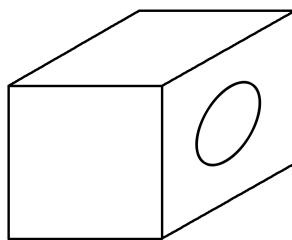

图 1.12 等轴测图
- ③“极轴间距”：设置极轴距离。
- ④“栅格间距”，可以设置栅格的间距（相邻栅格点的水平和垂直距离）。
- ⑤“捕捉类型”：“栅格捕捉”可以选择“矩形捕捉”或“等轴测捕捉”。“矩形捕捉”用来绘制正投影图，“等轴测捕捉”用来绘制等轴测图，如绘制如图 1.12 所示的等轴测图中的圆，就需要选择“等轴测捕捉”来完成。“PolarSnap”在极轴追踪打开的情况下指定点，光标将沿